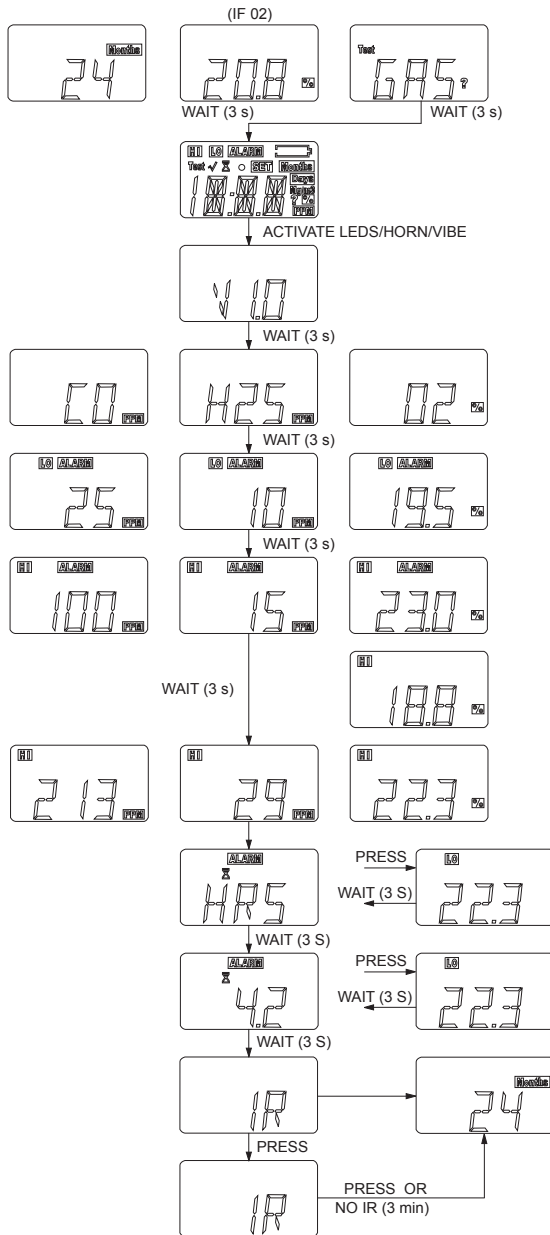

Bild 5 Abruf von Geräteinformationen
(1) Durch Drücken der Taste [TEST] können die gespeicherten Gerätedaten abgerufen werden (→ Bild 5).